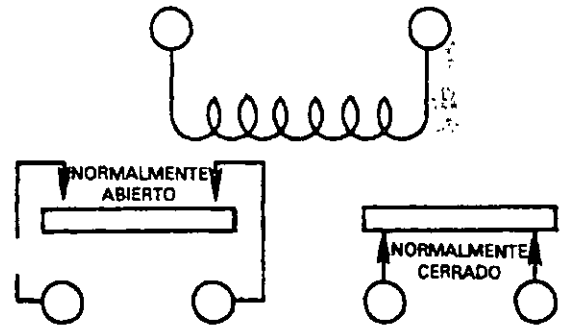

FIGURA R20-9 (Cortesía de Honeywell, Inc.)
c. **Un contacto normalmente abierto, un contacto normalmente cerrado.** Una carga se conecta con su fuente de poder y la otra se desconecta de la suya cuando se desenergiza el relevador (figura R20-9).